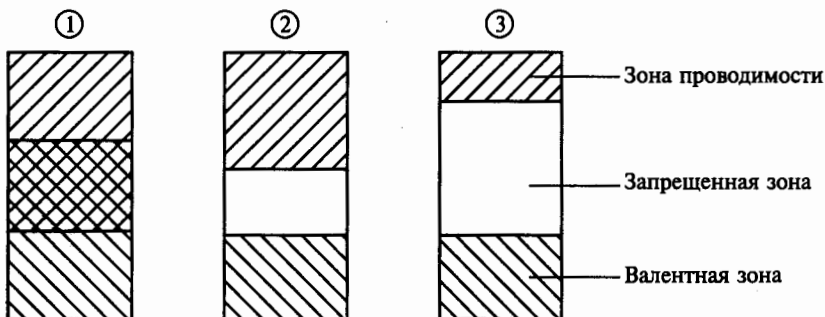

Рис. 181
**7.4.** Какая из трех показанных на рис. 181 энергетических диаграмм принадлежит полупроводнику?